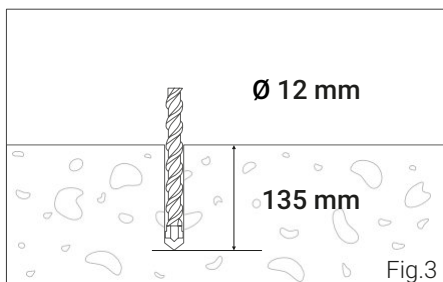

Fig.3
- 4 A l'aide d'un foret à béton de 12 mm, percez un trou au milieu de chaque marquage, sur une profondeur de 135 mm dans le socle (fig. 3). Retirez ensuite toutes les particules de poussière et de perçage du trou.